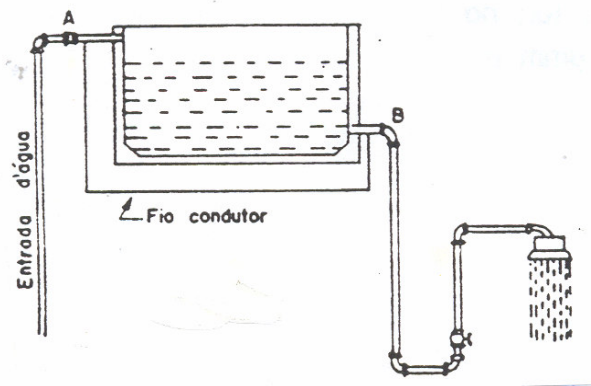

Fig. 145
- d) Se houver uma caixa d'água interrompendo a tubulação, a continuidade deve ser mantida por um condutor (fig. 145).